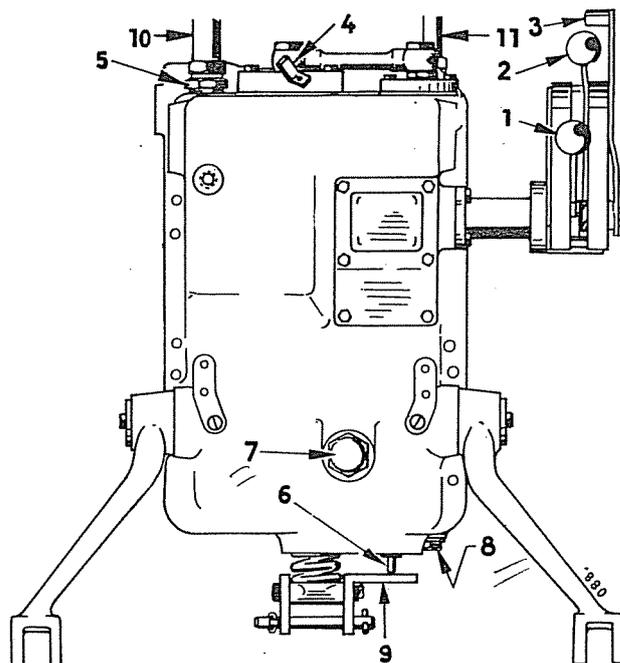
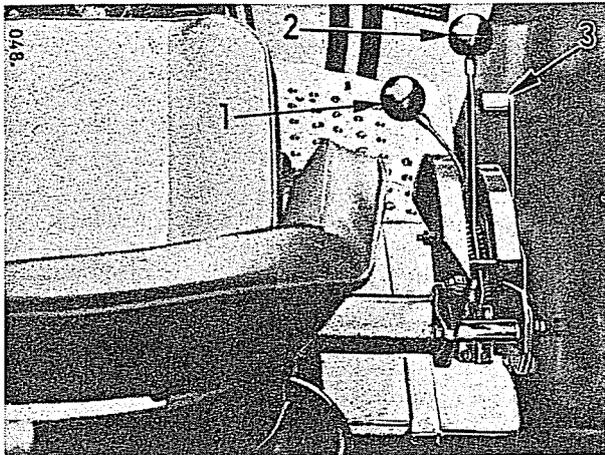

Fig. 21
Fig. 22
Contrairement à la pratique courante utilisée pour les équipements hydrauliques habituels, la profondeur de travail n'est pas réglée par l'intermédiaire de la barre de poussée, mais à l'aide du levier de contrôle de traction (2, Fig. 21). La barre de poussée sert uniquement à conserver la charrue dans une position parallèle au fond du sillon et à transférer les efforts de traction au support d'attelage (9, Fig. 21). Lorsque la barre de poussée est réglée à sa longueur convenable (les corps de charrue avant et arrière opérant à la même profondeur), ce réglage est conservé en dépit de la variation de la profondeur de travail.
Le système est équipé d'une valve de sécurité qui empêche l'abaissement involontaire de l'outil lorsque le moteur est arrêté. Il faut toutefois veiller, avant de mettre le moteur en marche, à ce que le levier de contrôle de position (1, Fig. 22) ne se trouve pas dans la position "baisser" car l'outil s'abaisserait dès la mise en marche du moteur. Avant d'arrêter le moteur, une bonne précaution consiste à toujours abaisser l'outil de travail.
Amenez le levier de position (1, Fig. 22) à fond vers le bas, ce qui correspond également à la position flottante.
Déplacez le levier (2, Fig. 22) vers le bas de la quantité nécessaire et amenez le levier témoin (3) à sa hauteur.
Pendant le labour, le support de chape d'attelage (9, Fig. 21) maintient une profondeur de travail uniforme. Il est cependant possible, si cela est nécessaire, de modifier la profondeur de travail, à l'aide du levier de contrôle de traction (2, Fig. 22). Il suffit pour cela de pousser le levier vers le bas pour augmenter la pénétration ou de le tirer vers le haut pour diminuer la profondeur de travail.
Tirez le levier de contrôle de traction (2, Fig. 22), à fond, vers le haut, sans déplacer le levier de contrôle de position (1).
La vitesse de descente peut être modifiée à volonté à l'aide de la commande de réglage (4, Fig. 21). En tournant la commande vers la gauche, il est possible de ralentir progressivement la vitesse de descente. Ceci est particulièrement intéressant lorsqu'un fonctionnement irrégulier est ressenti en labour peu profond dans des conditions de terrain difficiles. Il suffit de tourner la commande de réglage un peu vers la gauche pour obtenir un fonctionnement normal.